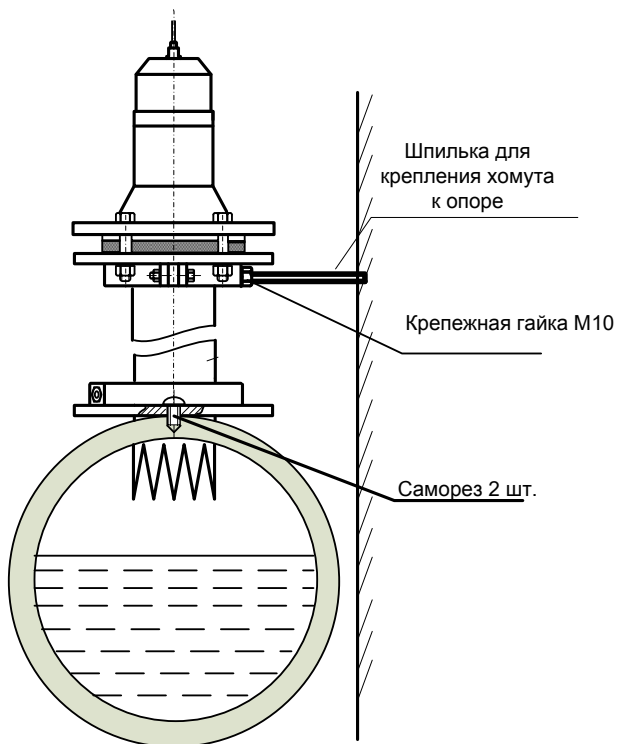

Рис. 2
2.6. Крепление звуковода в колодце можно выполнить следующим способом (Рис. 2):